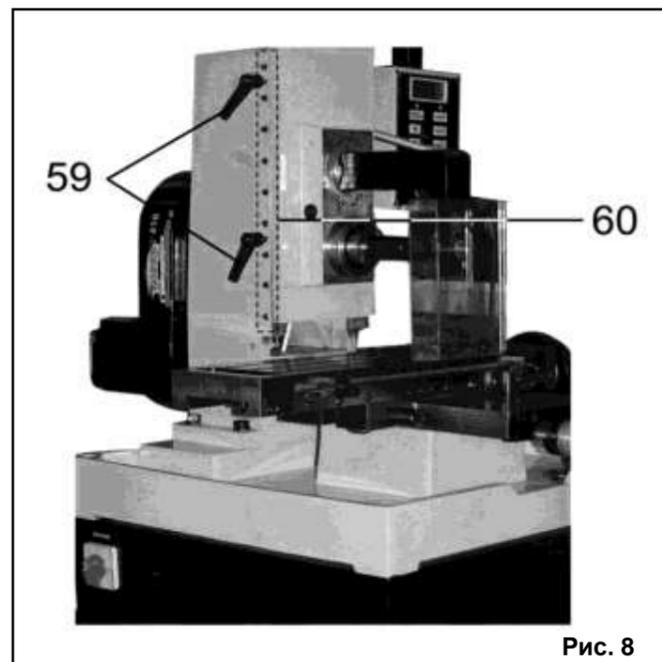

Рис. 8
10.2.4. При выполнении операции сверления используйте только вертикальное перемещение шпинделя (27), Рис. 2б, с помощью ручки (23), Рис. 2а. Контроль величины вертикальной подачи осуществляется по нониусу (58), Рис. 7а. Для фиксации заданного вертикального положения шпинделя (27), Рис. 2б, служат две ручки (59), Рис. 8. Плавность вертикальной подачи регулируется винтами с контргайками (60), Рис. 8.
Для фиксации заданного вертикального положения шпинделя (27), Рис. 2б, служат две ручки (59), Рис. 8.
контргайками (60), Рис. 8.